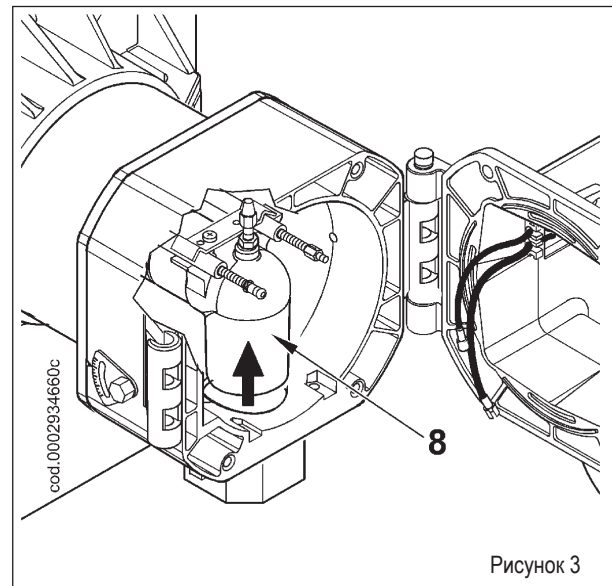

Рисунок 3
- Убрав провода розжига и ионизации (3) с терминалов соответствующих электродов, полностью открутите гайку (4) и закрутите винт (5), продвигая его внутрь подводящего газового патрубка (8) на достаточную длину, чтобы обеспечить последующий демонтаж узла смесителя (см. рис. 3).
- Слегка приподнимите патрубок подачи газа (8) (рисунок 3) и изымите полностью узел смесителя в направлении, указанном стрелкой (9) на рисунке 4.
**i** В момент закрытия горелки осторожно потяните в сторону электрического щита, слегка надавливая на провода розжига и ионизации для их позиционирования в соответствующие гнезда (7), как показано на рисунке 2. Это поможет избежать повреждения проводов вентилятором при функционировании горелки.